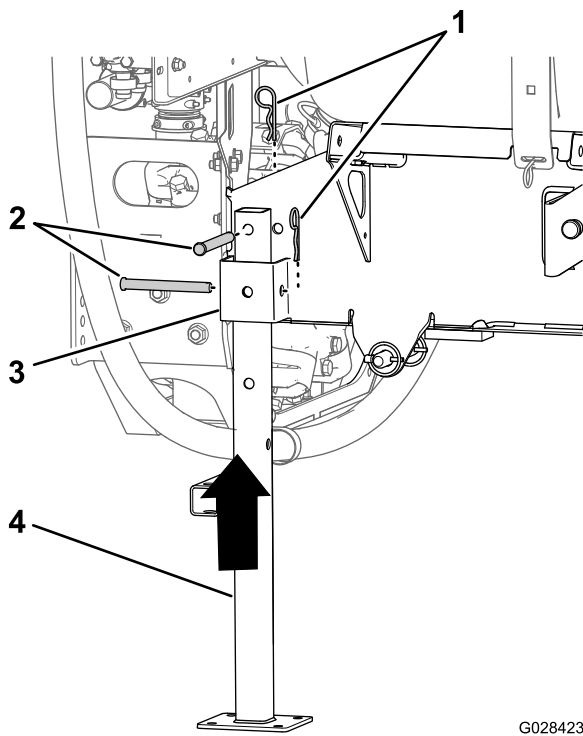

図 136
5. 後ろ用のジャッキスタンドを、タンク後部部のジャッキスタンド受けに合わせる 図 136。
- ジャッキスタンド上部の穴を、タンクスキッドのフレームの穴に合わせる 図 136。
- ジャッキスタンドをスタンド受けとフレームに固定するクレビスピン¹/₂ x 4¹/₂" 2本、ヘアピン5/32 x 2⁵/₈" 2本を使用して 図 136 のように取り付ける。